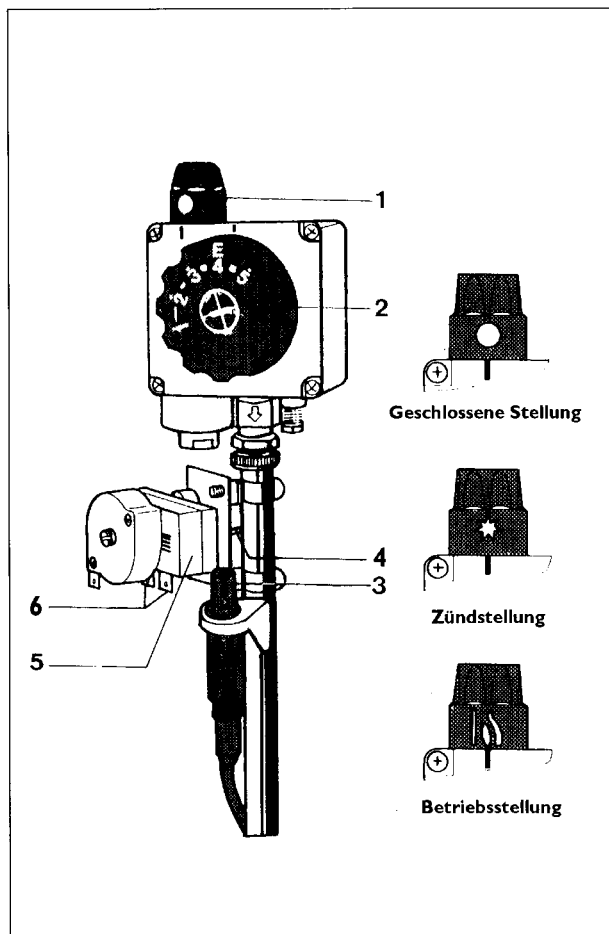

Abb. 4
Der Temperaturbegrenzer (Abb. 4, Pos. 5) wird mit der Schelle auf das Verbindungsrohr unterhalb des Mehrfachstellgliedes, wie in Abb. 4 dargestellt, aufgesteckt.
Die Stecker mit Thermoweiche am Ende des Kapillarrohres werden auf den Temperaturbegrenzer angebracht (Abb. 4, Pos. 6).
- Bedienungsknopf (1)** (siehe Abb. 4) leicht eingedrückt in Zündstellung ★ drehen. Bedienungsknopf (1) ganz eindrücken und festhalten.
- Den Piezo-Zünder (3)** herunter drücken und damit die Zündflamme anzünden. Bedienungsknopf (1) noch 10 Sekunden eingedrückt halten. Sollte nach Loslassen die Zündflamme verlöschen, so ist der Zündvorgang zu wiederholen.
- Bedienungsknopf** (siehe Abb. 4, Pos. 1) in Betriebsstellung "E" drehen.
- Am Temperaturwähler** (2) läßt sich die gewünschte Temperatur stufenlos von Stellung 1 bis Stellung 5 einstellen. Dies entspricht etwa 40° C bis 70° C.